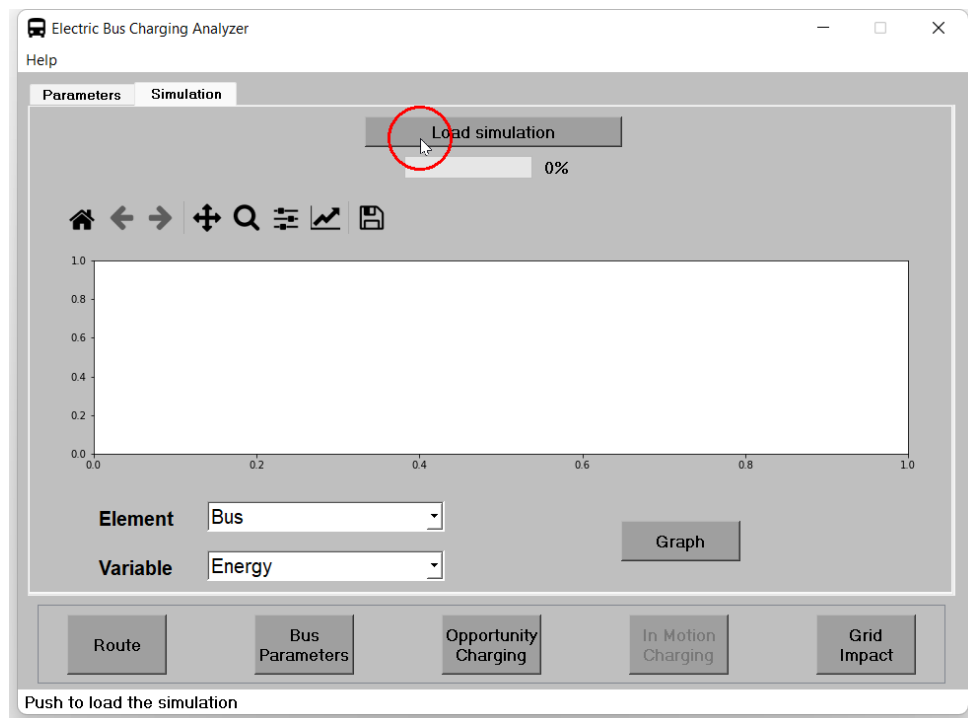

Figura 37: Cargar simulación.
3. Ahora, se presiona el botón **Load simulation** para cargar la simulación (figura 37).